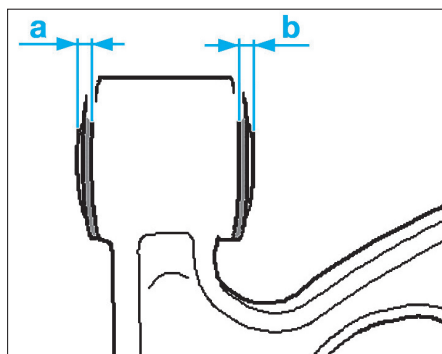

FIG. 44
- Respecter les cotes (a) et (b) ; elles doivent être identiques (Fig.44).